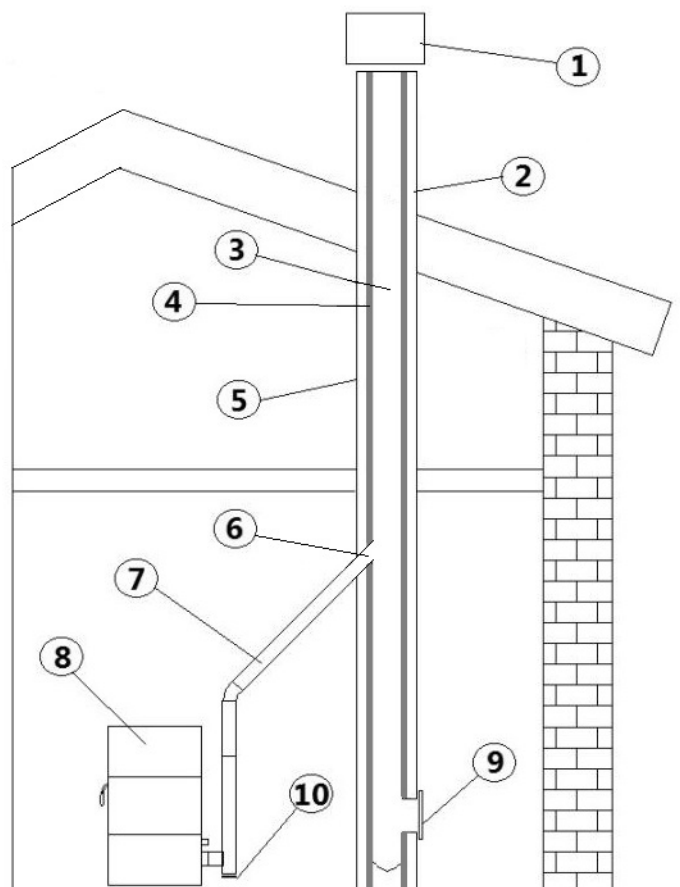

Fig. 3 - Composants de cheminée
La longueur ou hauteur du conduit de fumée (3) fait partie des caractéristiques techniques du conduit qui sont expliquées dans le chapitre **CARACTÉRISTIQUES TECHNIQUES DU CONDUIT DE FUMÉES a pag. 7**. Cette longueur se mesure en mètres entre la sortie de fumée du poêle et le terminal (point 1 sur **Fig. 3** ci-dessous).
LÉGENDE	Fig. 3